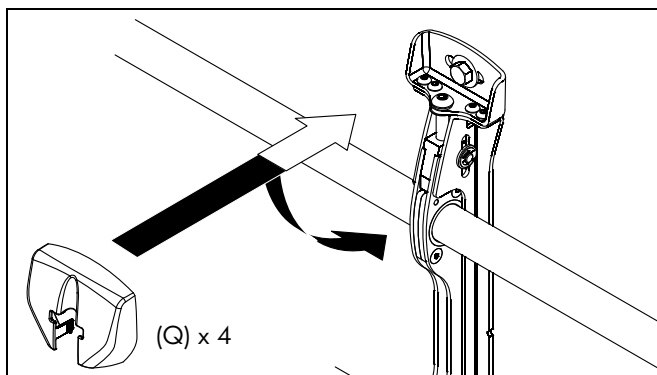

рис. 7
1. Прикрепите крышки настенных кронштейнов (Q) к верхней и нижней части обоих настенных кронштейнов. (См. рис. 7)